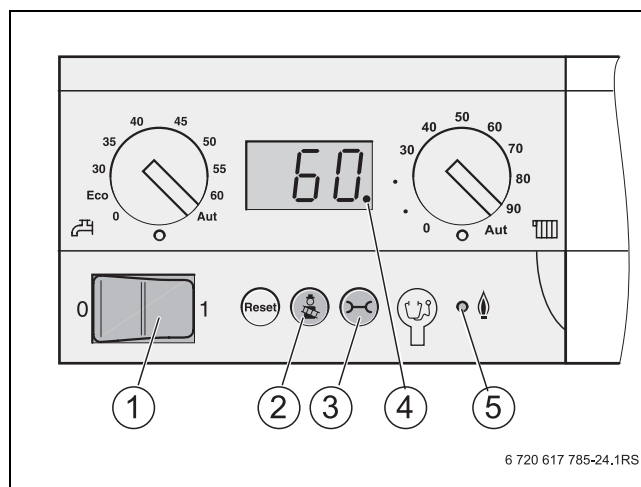

Fig. 39 Pannello di servizio del dispositivo di controllo base
- ▶ Posizionare l'interruttore di esercizio (→ fig. 39, [1]) sul pannello di servizio su "0" (spento).
- ▶ Portare l'interruttore di esercizio (→ fig. 39, [1]) sul pannello di servizio su "1" (on).
- ▶ Premendo il tasto  (→ fig. 39, [2]) avviare la funzione spazzacamino. Tenere premuto il tasto (circa 2 secondi), finché un punto decimale (→ fig. 39, [4]) appare a destra in basso nel display. La caldaia funziona per un massimo di 30 minuti a pieno carico in esercizio di riscaldamento (funzione spazzacamino).
- ▶ Dopo l'accensione del LED "Bruciatore" (→ fig. 39, [5]), misurare la pressione di allacciamento dinamica del gas e riportarla nel protocollo di messa in esercizio (→ capitolo 7.8).